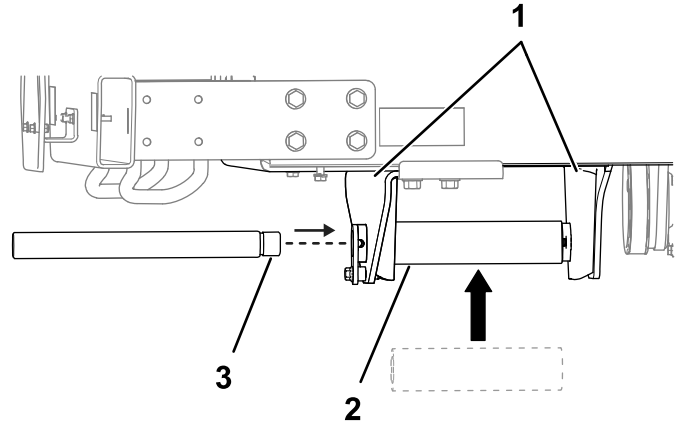

図 13
2. アクスルサポート間にスペーサアクスルを入れて、距離が正しいことを確認する図 13。新しいアクスルサポートの位置を調整する。
3. スペーサアクスルにピボットシャフトを挿入する図 13。ピボットシャフトが自由に回転できない場合には、新しいアクスルサポートの位置を調整する。必要に応じてフレームのエッジ部にサンダーを掛ける。